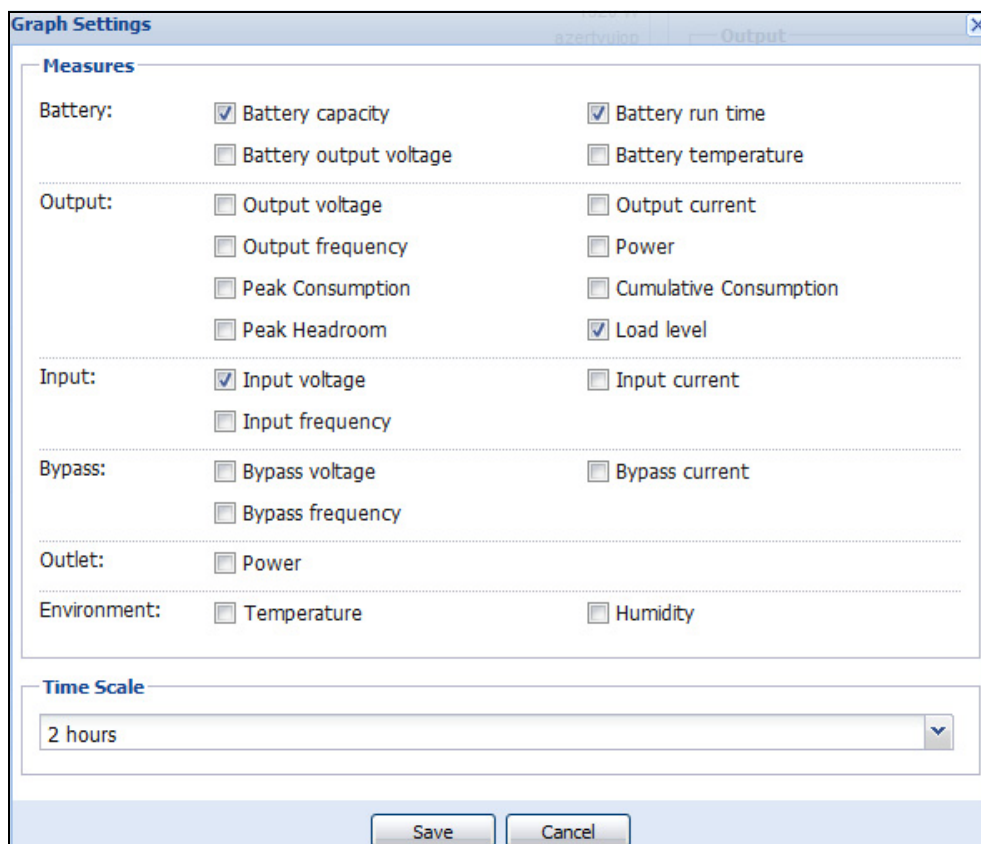

Figura 52. Finestra di dialogo Impostazioni grafico
- Nella visualizzazione del pannello grafico della sorgente di alimentazione, vengono visualizzati diversi dati di misurazione (vedere Figura 52).